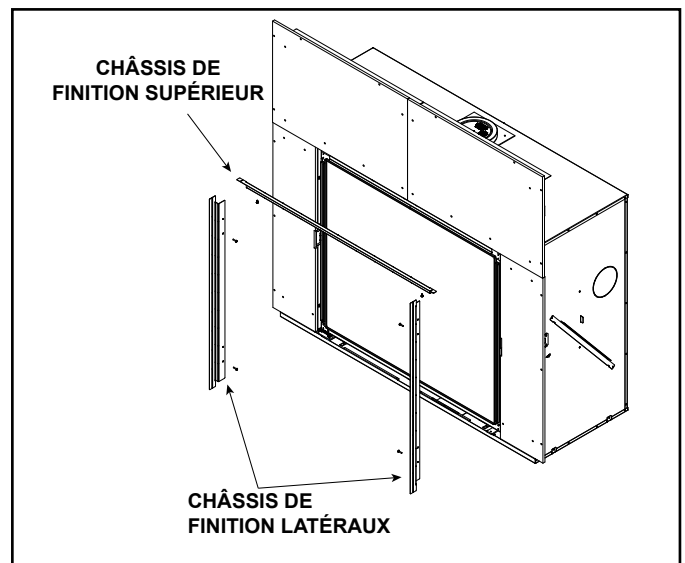

Figure 13.3 Emplacements du châssis de finition supérieur et des châssis de finition latéraux
2. Repérez les quatre inserts filetés sur le bord intérieur du foyer et fixez les châssis latéraux avec les vis cruciformes fournies. Voir la figure 13.3.